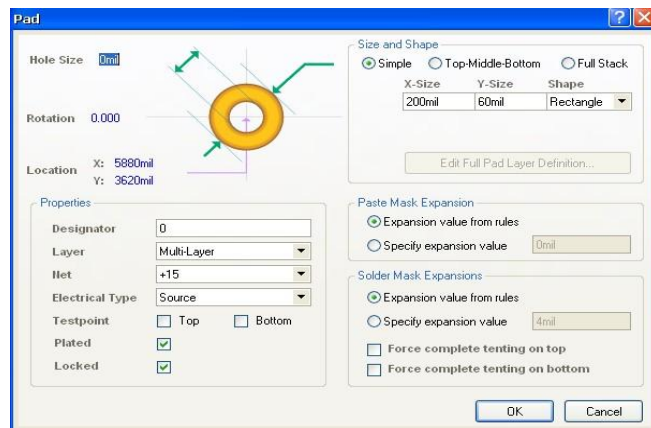

图 8.107 “焊盘属性”设置对话框
- 1) 执行选单命令 Place\Pad，或单击放置工具栏中按钮，光标就变为十字状，并粘着一个浮动的焊盘，这时按下键盘上的 **Tab**，系统将弹出图 8.107 所示的“焊盘属性”设置对话框。